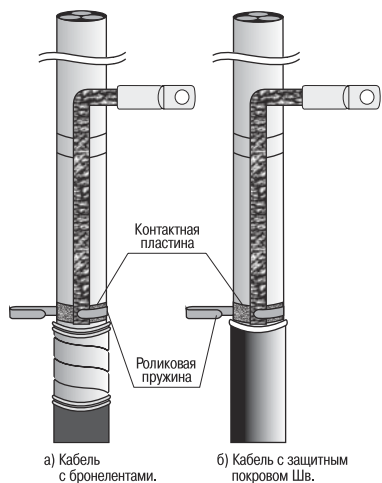

Рисунок 4
4.10 Распутить свободный конец провода заземления на расстоянии не менее 100 мм, разложить его на зачищенных поверхностях оболочки поверх терки в направлении конца кабеля и прижать его к терке одним витком роликовой пружины (рисунок 4).